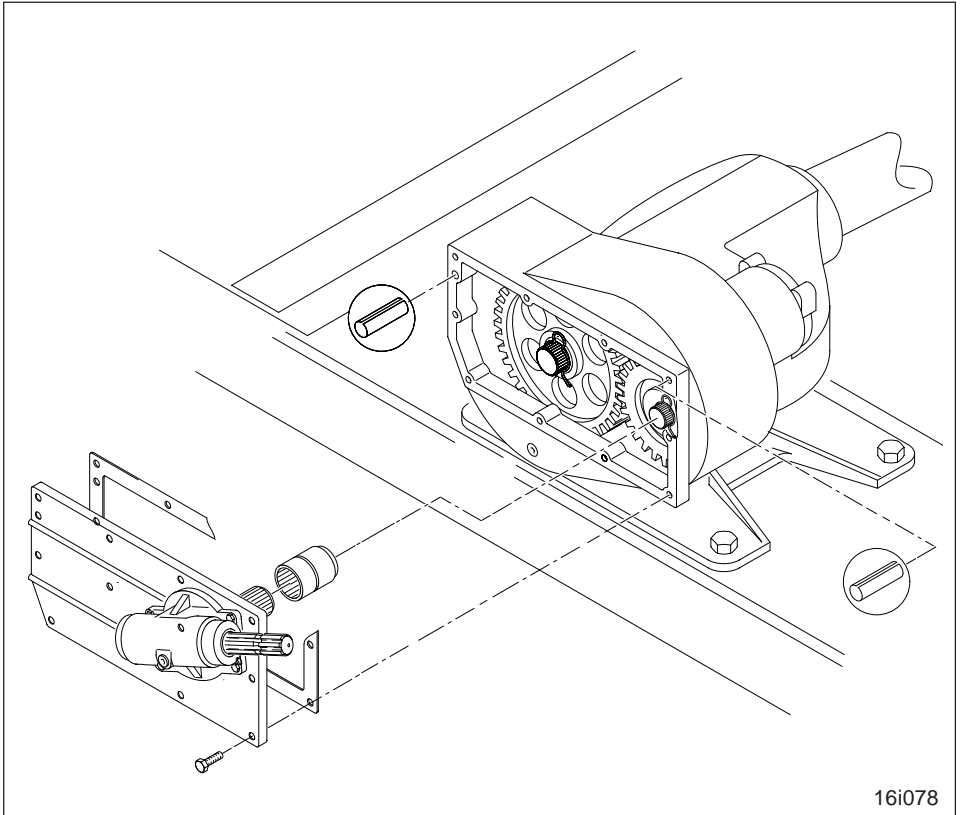

Fig. 9.11
Zum Antreiben des Gebläses der Aufbau-Drillmaschine AD-P mit der Schlepperzapfwelle, ist das Wechselradhauptgetriebe mit einem Winkelabtrieb (Fig. 9.11) auszurüsten.
- Winkelabtrieb (Fig. 9.11) nur mit angekuppelter AD-P und angeschlossener Gelenkwelle (siehe AD-P Betriebsanleitung) betreiben.